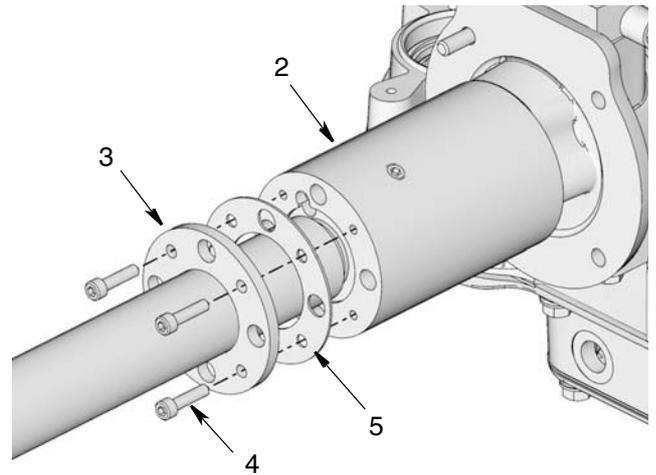

Рис. 47
25. **Только для моделей типа "труба в трубе":** Установите прокладку (5) и деталь "труба в трубе" (3). Прикрепите деталь "труба в трубе" к переходнику насоса (2) с помощью болтов (4). Используйте торцовый гаечный ключ для надежной затяжки болтов (Рис. 47). Затяните с усилием 7 - 9 футов на фунт (9 - 12 Н•м)